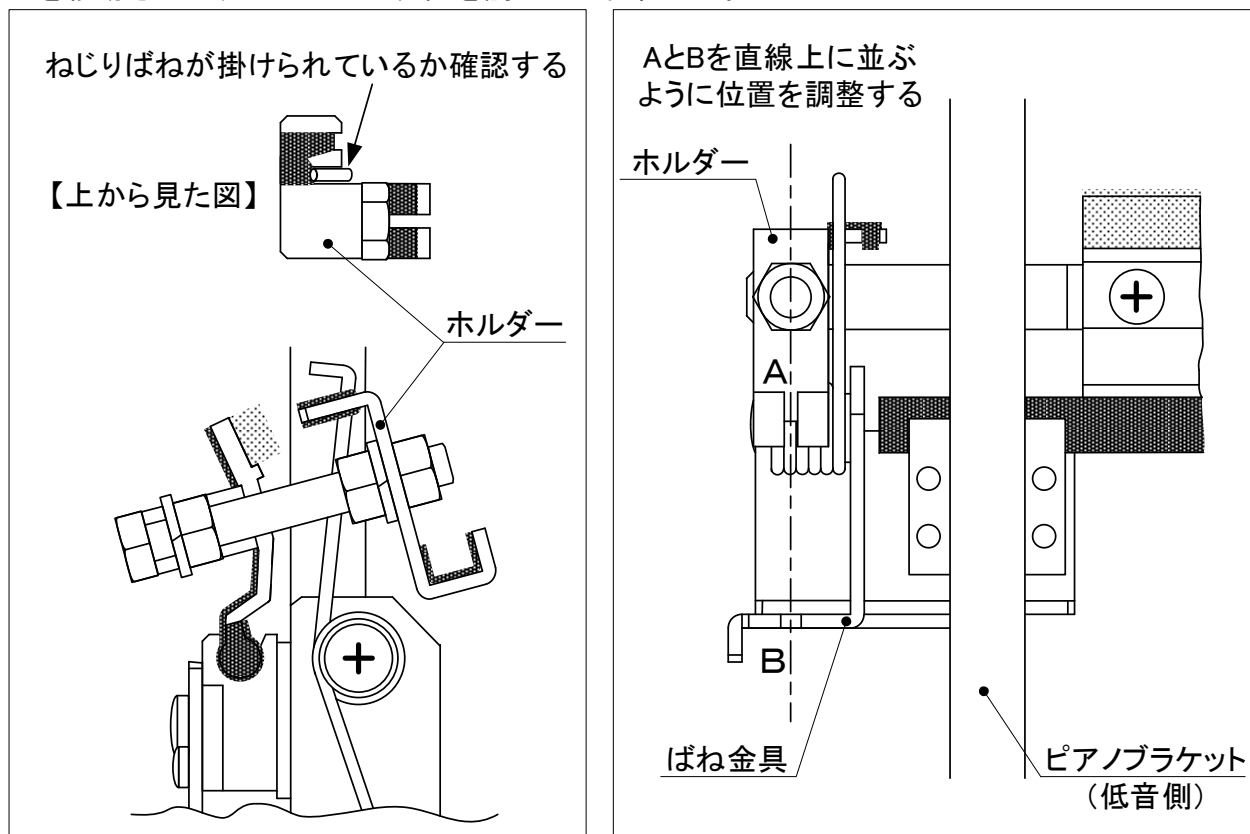

図3.2-7 ばね掛けと金具の位置調整
(6)ねじりばねを図3.2-7の様にホルダーへ掛けられているか確認する。その際、ホルダーの溝Aとばね金具の溝Bが直線上に並んでいる事も確認する。並んでいない場合はストップバーを移動させて、ホルダーの位置を調整して合わせる。